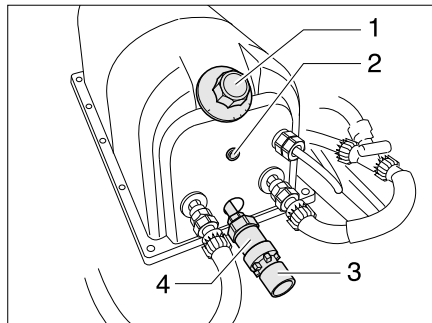

Bild 123 Boiler Reich
Der Boiler wird mit 230 V betrieben. Der Boiler erhitzt ca. 5 l Wasser. Die Wassertemperatur lässt sich am Temperaturregler (Bild 123,1) des Boilers einstellen. Das Wasser kann maximal auf 80 °C erhitzt werden.
- Am Temperaturregler (Bild 123,1) die gewünschte Temperatur einstellen. Die Kontroll-Leuchte (Bild 123,2) leuchtet während der Aufheizphase.
- Den Temperaturregler (Bild 123,1) entgegen dem Uhrzeigersinn bis zur Markierung "I" drehen.
- Am Temperaturregler (Bild 123,1) die gewünschte Temperatur einstellen.
- Den Wasserablauf am Überdruckventil (Bild 123,4) öffnen. Dazu den roten Drehknopf (Bild 123,3) entgegen dem Uhrzeigersinn drehen.